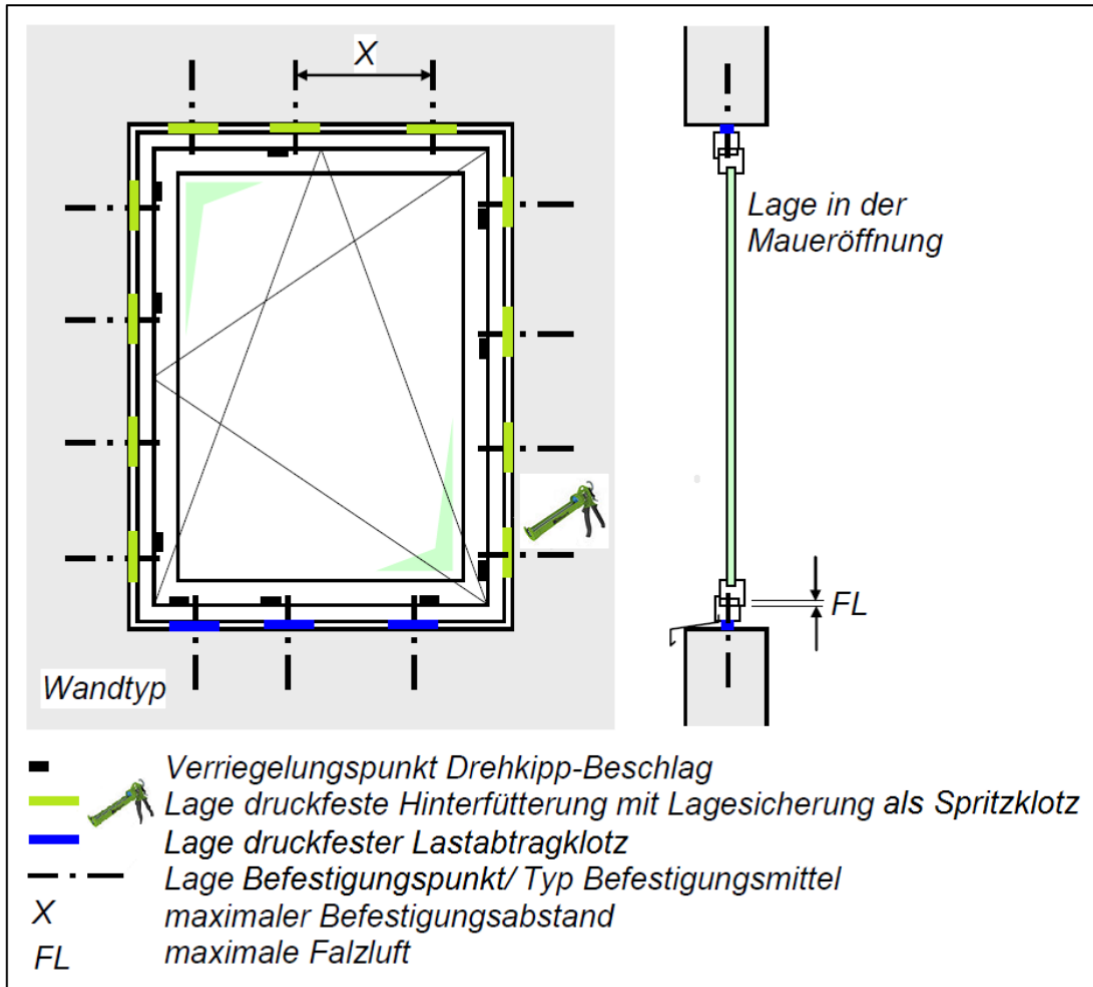

Bild 1: Montageanweisung für einbruchhemmende Bauteile am Beispiel eines einflügligen Dreh-kippfensters
- Die Verklotzungspunkte nach Fensterhersteller-Vorgaben anzeichnen (Bsp. siehe Bild 1)